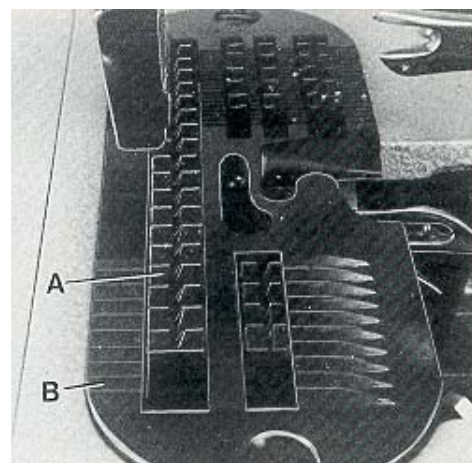
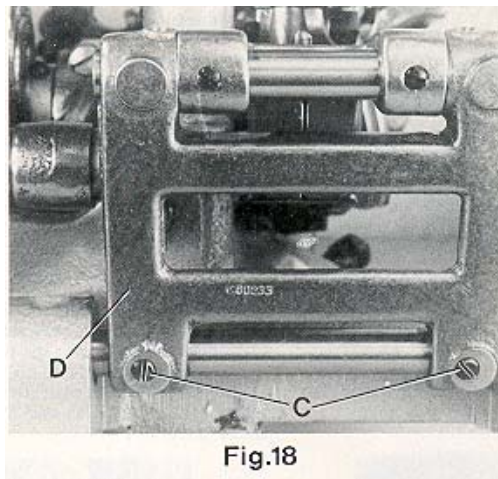

Fig.17
Fig.18
The lower feed dog (A, Fig. 17) should center laterally in the slots of throat plate (B).
If an adjustment is necessary loosen the two set screws (C, Fig. 18) and move feed rocker (D) to the left or right as required. Retighten set screws.
El alimentador inferior (A, Fig. 17) debe estar centrado lateralmente en la ranura de la plancha de aguja (B). De ser necesario algún ajuste, suelte los dos tornillos de sujeción (C, Fig. 18) y mueva el eje oscilante (D) a la izquierda o derecha, como sea requerido. Apriete los tornillos de sujeción.